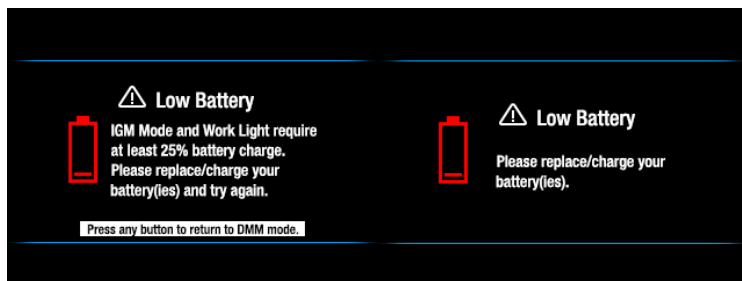

图 5-1 电池点亮低警报
2. 如果电池指示器  显示电池电压低，如果出现其中一个“电池电量不足”屏幕（图 5-1）或者仪表未通电，则应更换三 (3) 块‘AA’电池。请见 第 13.2 节 更换电池。如果使用型号为 TA04 的充电系统，请对可充电电池充电。